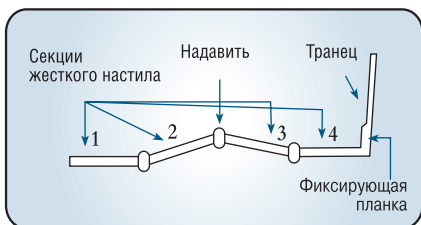

рис. 5
5. Надавите на образованный угол до полной установки жесткого настила (рис. 5).